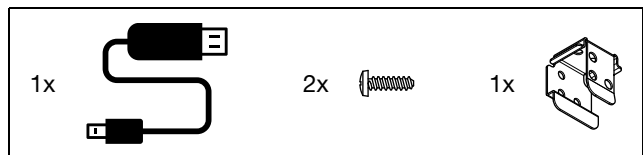

Fig. 1 : accessoires joints à la livraison
- Accessoires joints à la livraison (fig. 1)